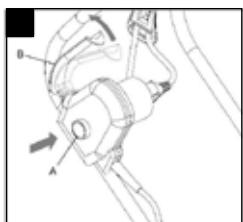

рис. 2
4.2.2 Нажмите на кнопку блокировки (рис.2 поз.А) и не отпускайте её.
4.2.3 Прижмите предохранительную ручку (рис.2 поз.В). Удерживая её в этом положении, отпустите кнопку блокировки. Убедитесь, что двигатель заработал, соответственно режущий механизм должен начать вращаться.
4.2.4 Остановка двигателя. Отпустите предохранительную ручку (рис.2 поз.В). Двигатель и режущий механизм останавливаются через некоторое время.
4.3.1 Отпустите предохранительную ручку (рис.2 поз. В) и подождите пока двигатель остановится. Приподнимите крышку травосборника и снимите травосборник. Очистите травосборник.